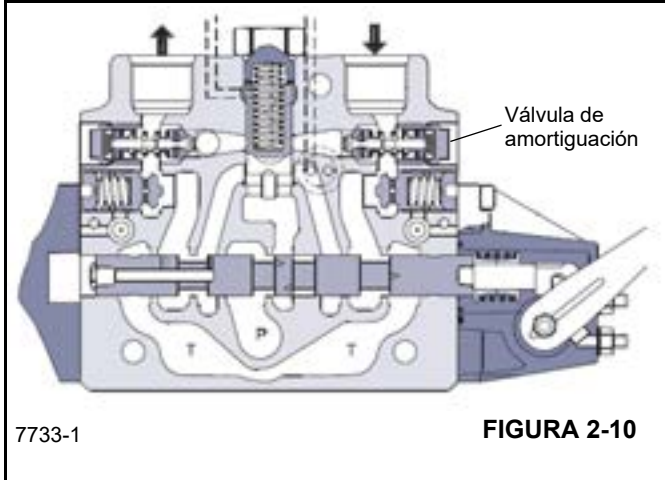

FIGURA 2-10
- a. Para las secciones de pluma, telescopización y malacate consulte la Figura 2-10. Estas secciones tienen válvulas de amortiguación a cada lado de la sección de la válvula, una frente a la otra, con válvulas de amortiguación horizontales.